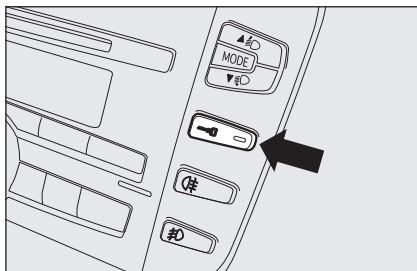

fig. 13
- ☐ bouton **fig. 13** de verrouillage/ déverrouillage des portes placé sur la façade centrale;